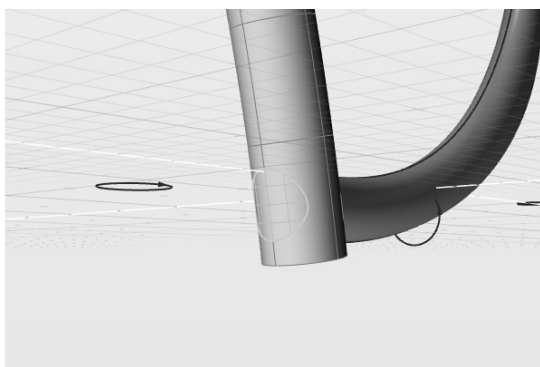

图 5-131 将另一修剪曲面补齐
3) 同理, 可将另一管道表面上的开口补齐, 如图 5-131 所示。